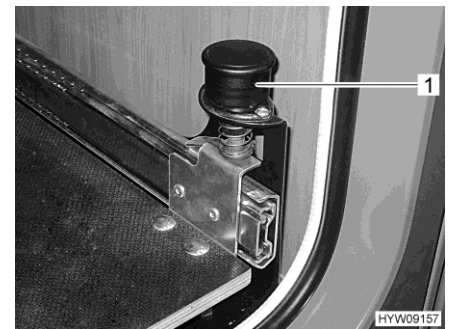

Bild 84 Knauf mit Arretierung
- Knauf (Bild 84,1) nach oben ziehen. Der Gaskastenauszug ist entriegelt.